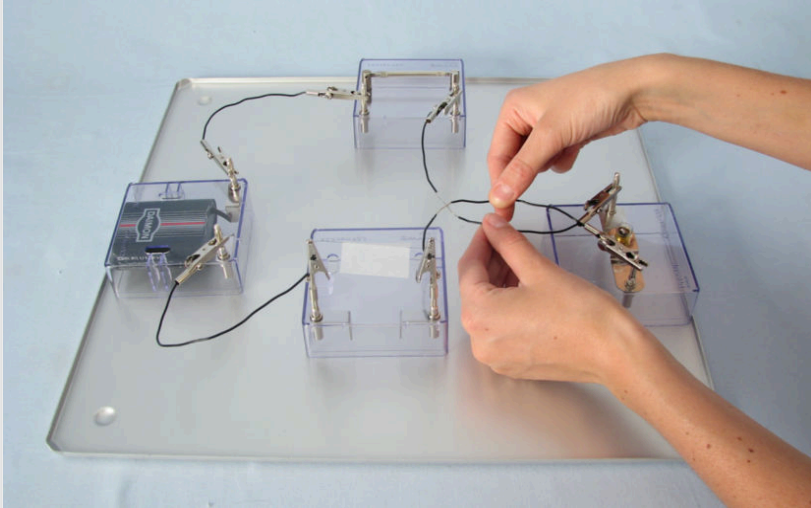

Abbildung 2
- Der Rest des Stromkreises wird wie in Abbildung 2 aufgebaut, wobei der Schalter zunächst offen sein soll.